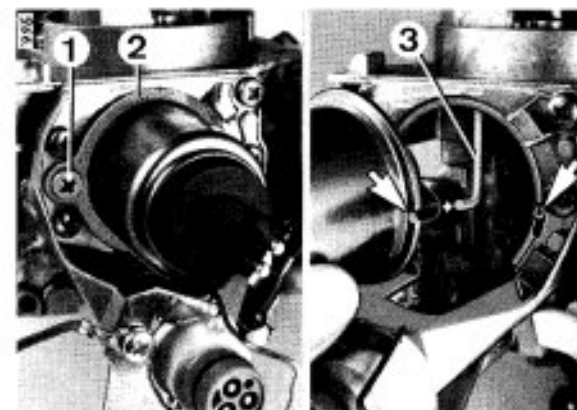

Bild 11
5.4 Vordrosselsteller ersetzen (Bild 11)
- Befestigungsschraube (1) herausdrehen.
- Spannring (2) entsprechend verdrehen und Vordrosselsteller abnehmen.
- Beim Einbau des Vordrosselstellers auf Arretierung (Pfeile) sowie auf Verbindungsstange (3) zur Vordrosselklappe achten.